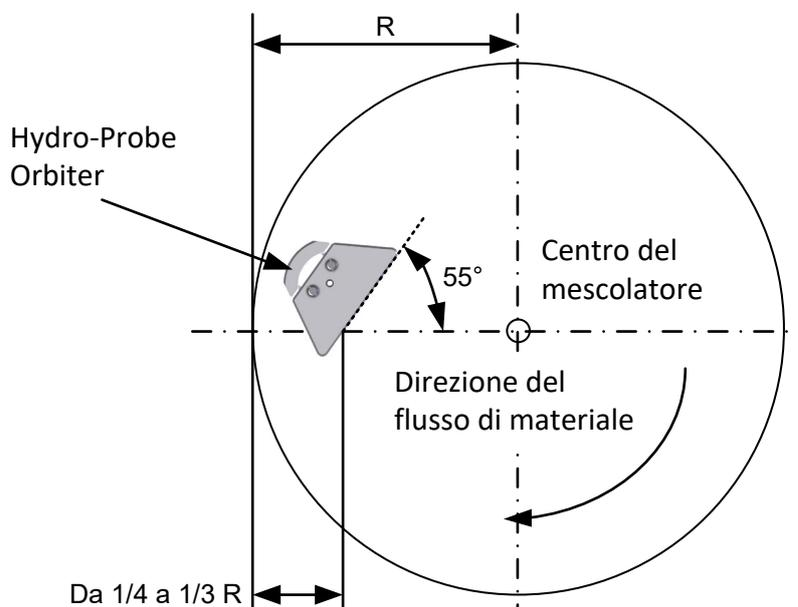
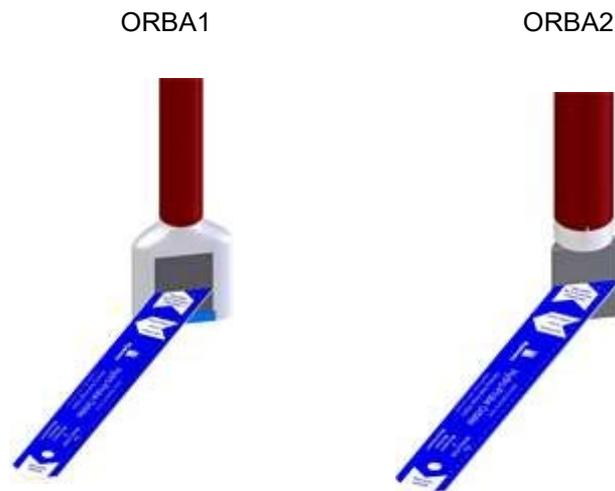

Figura 16. Impostazione dell'angolazione del sensore per prestazioni ottimali
Figura 17. Il dispositivo di allineamento dell'angolazione Hydronix per l'allineamento della superficie in ceramica
Il sensore deve essere installato lungo il braccio della lama di raschiamento a circa 1/4–1/3 di distanza dalla parete del mescolatore (vedere la Figura 16). La superficie in ceramica del braccio di rilevamento deve essere inclinata di 55° verso il centro del mescolatore; per determinare l'angolo corretto servirsi del dispositivo di allineamento fornito (vedere la Figura 17 per ulteriori informazioni).
La testina di rilevamento deve essere posizionata in un'area dove il flusso di materiale è estremamente scorrevole. Di solito questo punto è a un quarto o a un terzo della distanza dal bordo esterno della parete del mescolatore. (Figura 17)
Una volta allentati i quattro bulloni di fissaggio, il braccio di rilevamento può essere ruotato di circa 300° (Figura 15). Il braccio di rilevamento è provvisto di un arresto meccanico per proteggere i cavi interni da un'eventuale rotazione eccessiva. Se questo arresto meccanico impedisce di inclinare la superficie in ceramica con l'angolazione desiderata rispetto al flusso di materiale (Figura 16), rimontare l'unità della testina di Hydro-Probe Orbiter sulla barra quadrata con un'angolazione differente. Evitare attentamente di girare il braccio senza aver inserito il bullone di bloccaggio, per impedire eventuali danni ai cavi interni.
- Un'angolazione di 55° di solito fornisce buoni risultati. Per impostare l'angolazione, utilizzare l'apposito dispositivo di allineamento fornito (Figura 17).